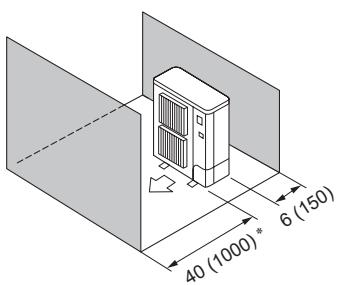
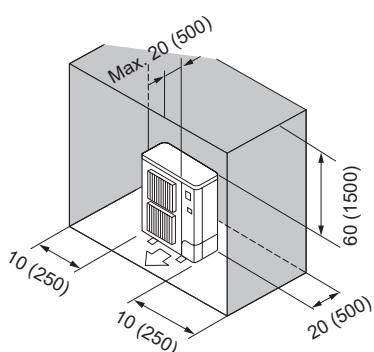

Fig. 2-10
Fig. 2-11
- ⑤ Obstacles à l'avant et à l'arrière (Fig. 2-10)
- ⑥ Obstacles à l'arrière, les guidages de sortie d'air en option, le jeu est de 20" (500 mm) minimum.
- ⑦ Obstacles à l'arrière, sur les côtés et au-dessus (Fig. 2-11)